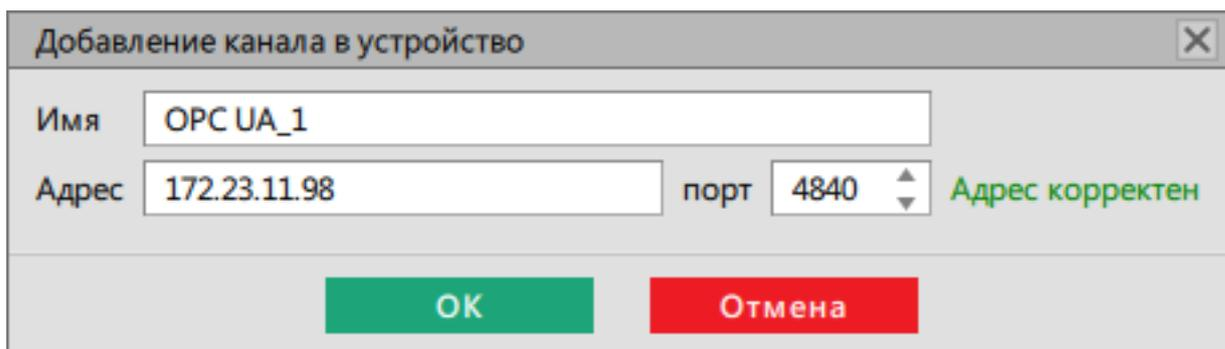

Рисунок 175 - Добавление канала в устройство
6. Укажите имя и реквизиты канала связи, нажмите **ОК** (Рисунок 175).